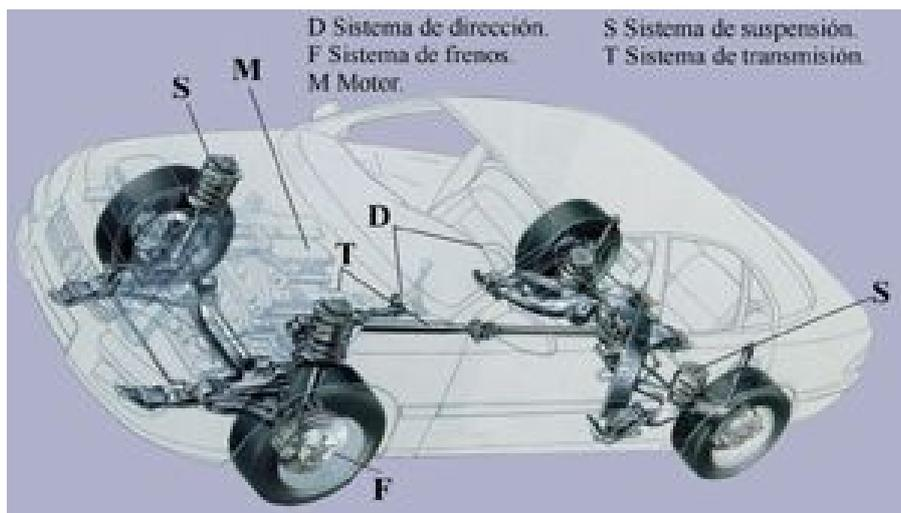

Figura. 2.3.1 Composición del automóvil
La energía, para su desplazamiento (Figura 2.3.1), la proporciona el motor (M). Esta energía llega a las ruedas por medio del sistema de transmisión (T), que se complementa con otros para conseguir la seguridad activa en el vehículo.